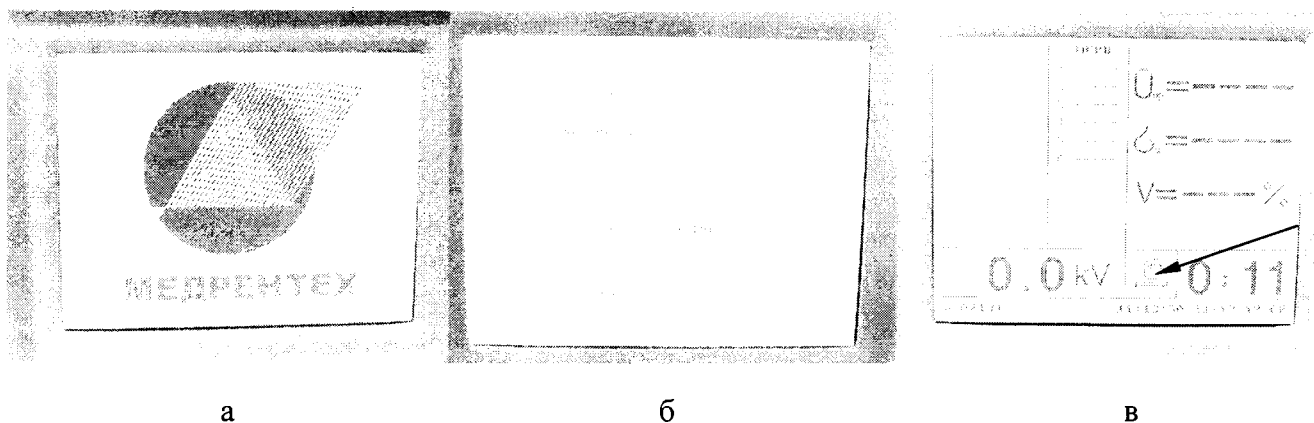
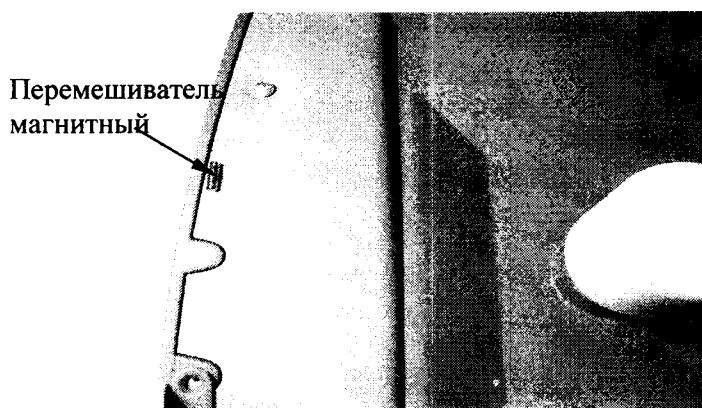
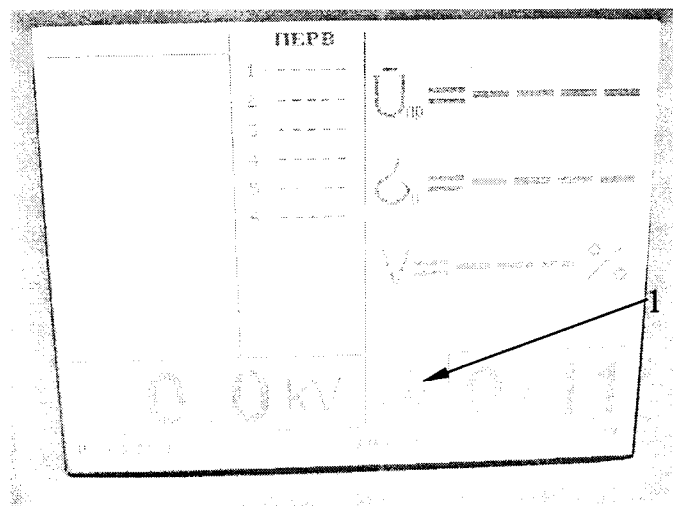

Рисунок 1 – Окна программы
Рисунок 2 – Место установки перемешивателя магнитного
Рисунок 3 – Индикатор открытой крышки
7.2.2.1 Подключить аппарат к розетке однофазной сети с контактом защитного заземления. Включить аппарат кнопкой включения. При этом должен загореться зеленый диод включения сети и прозвучать звуковой сигнал. На дисплее аппарата должно появиться окно с логотипом и наименованием предприятия-изготовителя (рисунок 1а), потом окно с наименованием, контактными данными предприятия-изготовителя и номером версии программного обеспечения (рисунок 1б) и рабочее окно программы (рисунок 1в).
7.2.3.1 Подключить аппарат к розетке однофазной сети с контактом защитного заземления через автотрансформатор. Заземлить аппарат. Закрыть высоковольтные выводы аппарата стаканами изоляционными (не входят в комплект поставки). Разблокировать устройство защиты от включения высокого напряжения при открытой крышке, положив на проекцию геркона, расположенного на левой боковой стенке аппарата, перемешиватель магнитный (входит в комплект поставки) (рисунок 2). Если перемешиватель магнитный расположен правильно, на дисплее аппарата индикатор открытой крышки (рисунок 3) исчезнет, если установлен автоматический режим, или сменится индикатором рабочего режима (поз. 1 рисунок 1в), если установлен ручной режим работы.
7.3.2 На дисплее аппарата должны последовательно появиться рабочие окна (рисунок 1): логотип (рисунок 1а), наименование предприятия-изготовителя аппарата, номера телефона и факса, адреса сайтов, номер версии встроенного программного обеспечения аппарата (рисунок 1б), рабочее окно программы (рисунок 1в). Номером версии встроенного ПО является дата последнего изменения ПО. Номер версии ПО должен быть не ниже 01/10/14 (что соответствует дате последнего изменения ПО: 10 января 2014 г.).
7.4.1.2 Подключить киловольтметры спектральные цифровые КВЦ-120 к высоковольтным выводам «А» и «В» аппарата. Соединение высоковольтных выводов аппарата с КВЦ-120 осуществлять через стаканы соединительные (не входят в комплект поставки), установленные сверху на высоковольтные выводы. Разблокировать устройство защиты от включения высокого напряжения при открытой крышке, положив на проекцию геркона, расположенного на левой боковой стенке аппарата, перемещиватель магнитный (входит в комплект поставки) (рисунок 2). Если перемещиватель магнитный расположен правильно, на дисплее аппарата индикатор открытой крышки (рисунок 3) исчезнет, если установлен автоматический режим, или сменится индикатором рабочего режима (поз. 1 рисунок 1в), если установлен ручной режим работы.